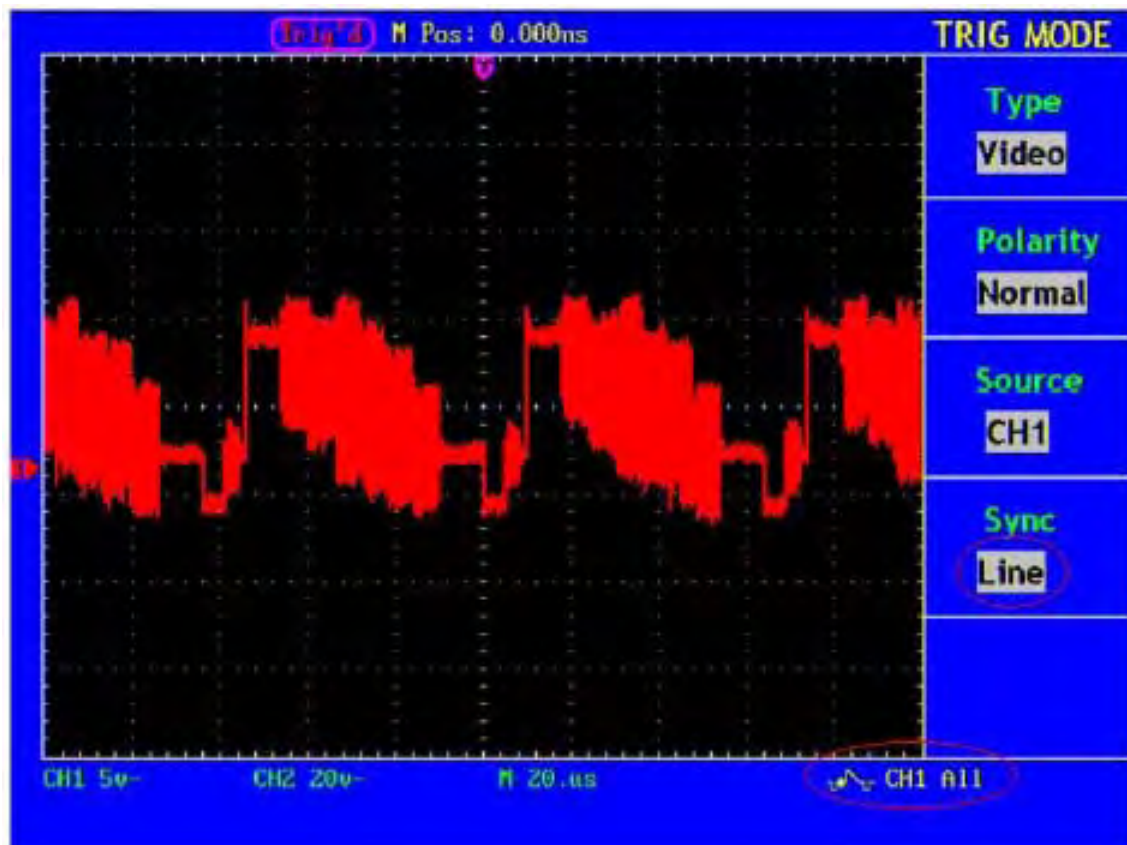

Abb. 60 Wellenform, erzeugt durch Videozeilentrigger
6. Betätigen Sie die Einstellknöpfe **VOLTS/DIV**, **VERTICAL POSITION** und **SEC/DIV**, um die Wellenform entsprechend anzuzeigen (siehe Abb. 60).